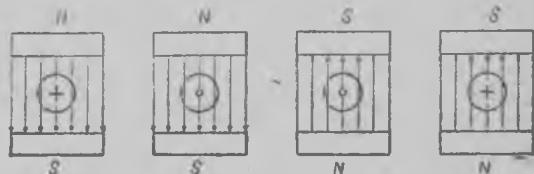

Рис. 117.
2. Каҳтен магнитнойн полюсан кескес (рис. 117) он азететту неллә токан ке олиюа проводниккуа. Күй ёгахине ниис лийккуу?